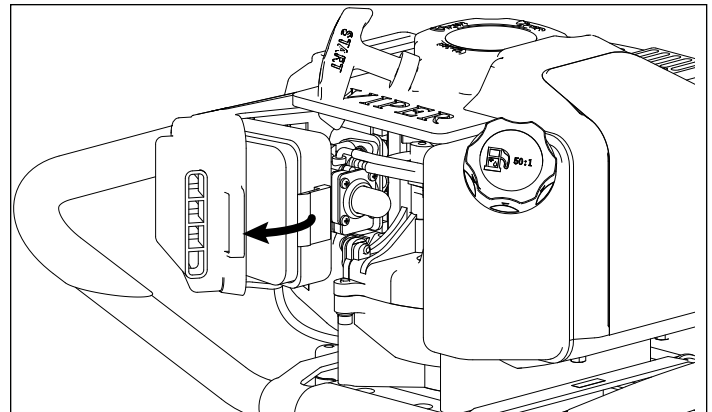

Figura 5
3. Una vez que las lengüetas de retención estén sueltas, gire la cubierta del alejándola del motor para retirar la cubierta del filtro de aire. **CONSULTE LA FIGURA 5.**